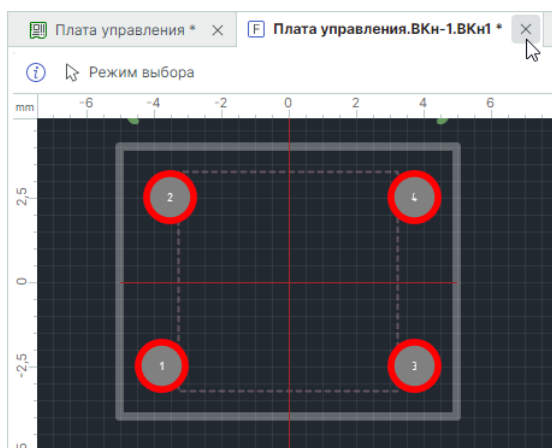

Рис. 161 Закрытие редактора без сохранения
4. Закройте редактор посадочных мест без сохранения (несохраненный документ в окне редактора отмечен звездочкой (*)), см. Рис. 161.